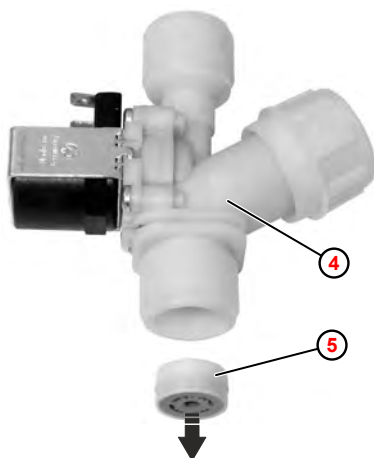

Fig. 63 : Dépose du régulateur de débit
- ④ Electrovalve
- ⑤ Régulateur de débit
4. ➤ Au besoin, déposer le régulateur de débit ⑤ de l'électrovalve ④ avec un outil adéquat (p. ex. pointeau). Le régulateur de débit sera alors détruit.
5. ➤ Mettre en place le **nouveau** régulateur de débit, en veillant sans faute à le placer dans la bonne position (Fig. 63).